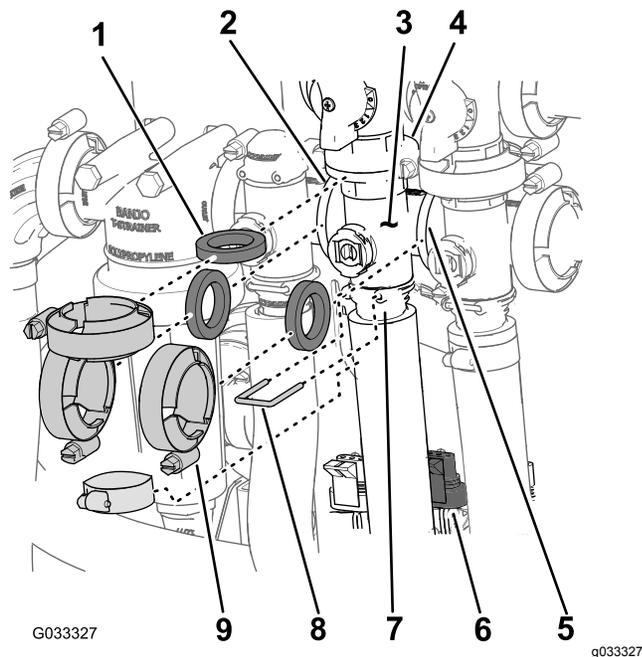

图64
1. 取下将搅拌阀歧管图64固定至搅拌旁通阀、喷洒率控制阀、主喷洒臂段阀以及安装座接头搅拌节阀的夹具和垫片。
2. 拆下将出口接头固定至搅拌阀歧管的卡环图64。